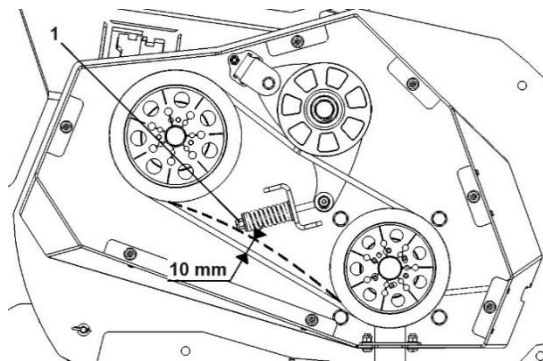

Abbildung 15. Riemenspannung des Riemenantriebs: 1 – Spannmutter
- die Befestigungsschrauben (1) der Schutzabdeckung des Antriebs abschrauben,
- die Schutzabdeckung des Antriebs (2) demontieren,
- die Riemenspannung prüfen (bei einem Druck von 75 N mit dem Finger auf den Keilriemen in der Mitte des Abstands zwischen den Riemenscheiben muss sich der Riemen um ca. 10 mm durchbiegen) (Abb. 15),
- falls eine Erhöhung der Riemenspannung erforderlich ist, die Spannmutter (Abb. 15 Pos. 1) so oft drehen, bis die erforderliche Riemenspannung erreicht ist,
- die Spannmutter (Abb. 15 Pos. 1) so weit lösen, dass die Riemen abgenommen werden können,